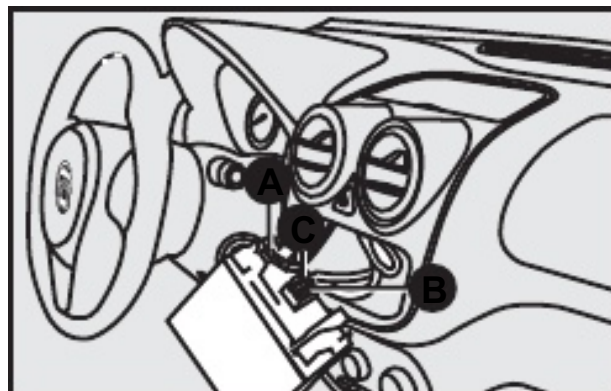

fig. 103
- cabo e plugue de alimentação elétrica para o autorrádio **C-fig. 103**.
- cabo e conector para antena de teto **A-fig. 103**.
- cabos e plugue para conexão dos alto-falantes e tweeters **B-fig. 103**.